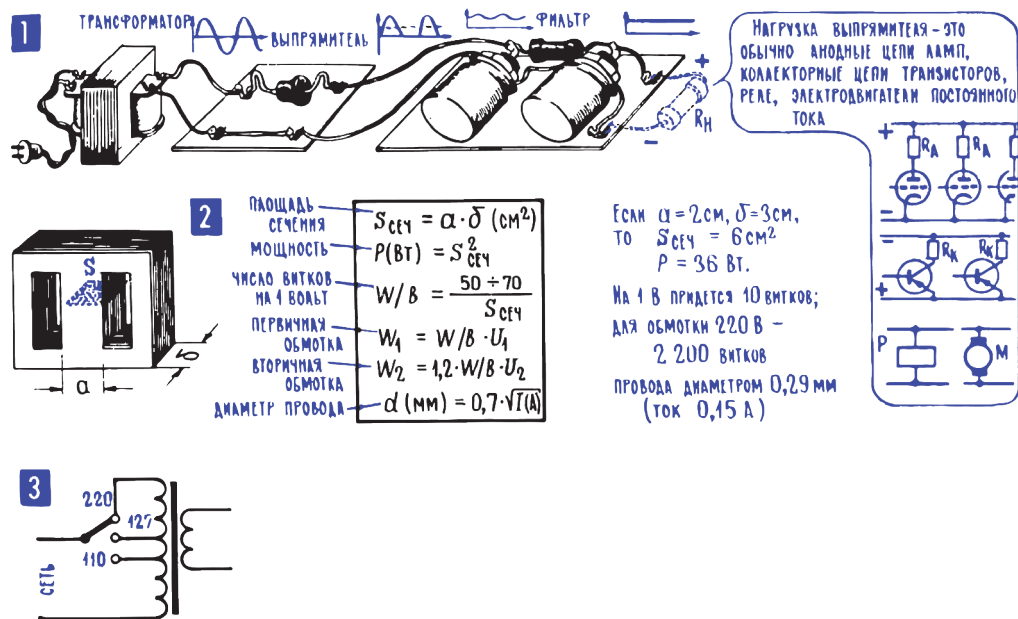
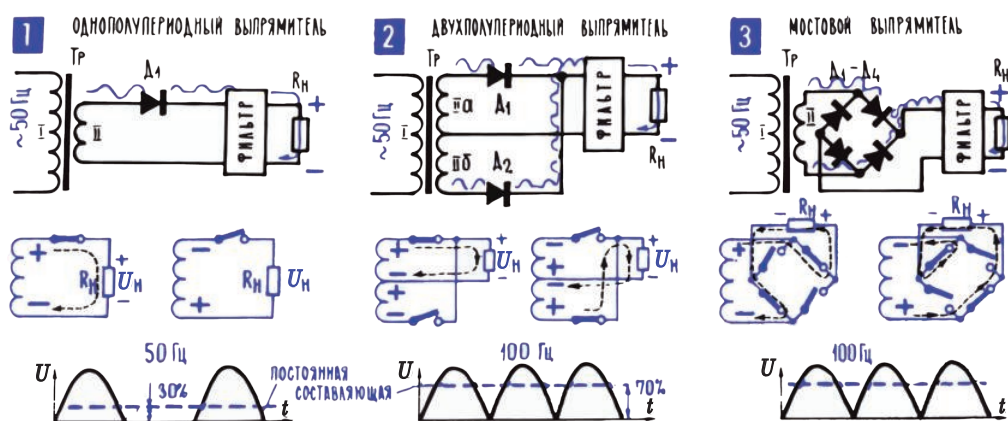
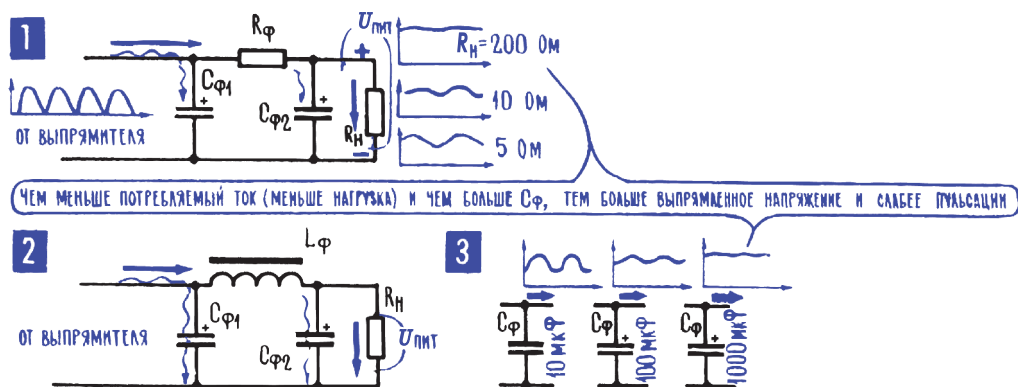

Рис. 17.1. Простой блок сетевого питания
Рис. 17.2. Различные схемы выпрямления переменного тока
Рис. 17.3. Сглаживание пульсаций выпрямленного напряжения
так, чтобы в его спектре появилась постоянная составляющая, и, в-третьих, нужно с помощью фильтров отвести в сторону все переменные составляющие, оставить постоянную составляющую в чистом виде (рис. 17.1; 1).
Силовой трансформатор собран на разборном стальном сердечнике из изолированных друг от друга тонких Ш-образных, реже П-образных пластин (рис. 6.20). Его размеры, а точнее площадь сечения средней части сердечника, выбираются с учетом общей мощности, которую трансформатор должен передать из сети всем своим потребителям. Упрощенный расчет устанавливает такую зависимость: сечение сердечника  $S \text{ см}^2$ , возведенное в квадрат, дает общую мощность трансформатора в ваттах. Например, трансформатор с сердечником, имеющим стороны 3 см и 2 см (пластины типа Ш-20, толщина набора 30 мм), то есть с площадью сечения сердечника  $6 \text{ см}^2$ , может потреблять от сети и «перерабатывать» мощность 36 Вт. Это грубый, упрощенный расчет, но он дает вполне приемлемые результаты (рис. 17.1; 2).
В силовом трансформаторе несколько обмоток. Во-первых, две сетевые для включения в сеть с напряжением 220 В и 127 В. Правда, отдельных обмоток для каждого напряжения не делают. В обмотке для напряжения 220 В витков больше, чем в обмотке для 127 В, и обмотки переключают таким образом, что при напряжении сети 220 В к обмотке 127 В просто добавляют некоторое количество витков (рис. 17.1; 3)8.
Простейшая схема выпрямления – однополупериодная, уже знакомая нам по детекторным каскадам приемника. Но только там мы выделяли одну из переменных составляющих (низкочастотную), а постоянную отбрасывали, не пускали к усилителю НЧ. А в выпрямителе нам нужна именно постоянная составляющая пульсирующего тока (рис. 17.1; 1), и только ее нужно подвести к нагрузке. Однополупериодный выпрямитель работает через такт, использует энергию только одного полупериода переменного напряжения. При этом частота импульсов такая же, как и частота сетевого напряжения, то есть 50 Гц, а постоянная составляющая в спектре пульсирующего тока составляет примерно 32 % от амплитуды импульса (рис. 17.2; 1).
Если взять два однополупериодных выпрямителя, включить в них диоды таким образом, чтобы они пропускали ток поочередно, и затем выпрямленный ток от каждого из них направить в общую нагрузку, то получится двухполупериодный выпрямитель (рис. 17.2; 2). Благодаря такому остроумному схемному фокусу ток по нагрузке будет протекать без пауз, частота пульсаций станет в два раза выше и составит уже 100 Гц, а постоянная составляющая увеличится до 64 % от амплитуды. Все это, конечно, достоинства: в двухполупериодной схеме заданное постоянное напряжение можно получить при меньшем переменном, а пульсации с более высокой частотой легче сгладить конденсатором, фильтрам легче отводить от нагрузки переменную составляющую. Ну, а плата за эти достоинства –
Существуют две разновидности двухполупериодных схем. Для одной нужно иметь два вентиля, например два полупроводниковых диода, и две отдельные вторичные обмотки в силовом трансформаторе. Обычно их, правда, выполняют в виде одной обмотки с отводом от средней точки, и при этом автоматически получается нужная полярность напряжения, подводимого к диодам: когда на конце одной обмотки (или, точнее, одной секции) «плюс» относительно средней точки, на конце другой – «минус» и когда один диод пропускает ток, второй не пропускает. Во время следующего полупериода полярность напряжения на вторичной обмотке меняется: меняются местами «плюс» и «минус», и тот диод, который пропускал ток, оказывается закрытым, а тот, что не пропускал, – открытым (рис. 17.2; 2). Каждая половинка вторичной обмотки трансформатора для такой схемы должна давать расчетное напряжение, необходимое для выпрямителя, а вся обмотка – удвоенное напряжение.
В мостовой схеме (рис. 17.2; 3) двухполупериодное выпрямление получается без двух отдельных переменных напряжений, для мостовой схемы достаточно иметь одну вторичную обмотку. Но за это приходится платить двумя дополнительными диодами – в мостовой схеме их 4, а не 2. Если разобраться в начертании мостовой схемы, то окажется, что в ней просто найден такой способ включения диодов, при котором ток через нагрузку при любой полярности напряжения на вторичной обмотке идет в одну и ту же сторону. В выпрямителях блока питания используют мощные выпрямительные диоды (гл. 9; 13), хотя при небольших токах вполне могут подойти и маломощные импульсные. Диоды подбирают по величине постоянного тока, который должен давать выпрямитель, и по обратному напряжению (табл. 9.1), которое для страховки всегда считают равным удвоенной амплитуде переменного напряжения на вторичной обмотке. Это, однако, еще не означает, что выпрямленное напряжение действительно получается равным амплитуде переменного напряжения.
Получить выпрямленное напряжение после фильтра, равное амплитуде переменного, невозможно прежде всего потому, что даже в отсутствие нагрузки (холостой ход выпрямителя) через электролитические конденсаторы большой емкости, установленные в фильтре, протекает ток утечки. Этот ток, подобно току нагрузки, создает падение напряжения на диодах (см. рис. 9.5). Надо учитывать также, что в мостовой схеме падение напряжения на диодах вдвое больше, чем в двухполупериодной по варианту рис. 17.2; 2: при номинальном токе для выпрямительных диодов оно в сумме составляет не менее 2 В. При малых выпрямленных напряжениях это чувствительные потери, которые резко снижают КПД всей системы. В современных качественных системах вторичного электропитания, особенно достаточно мощных, от выпрямительных диодов постепенно отказываются в пользу полевых транзисторов (MOSFET) в качестве ключей, открываемых и запираемых в нужные моменты времени, в которых потери гораздо меньше.
**6. Фильтр выпрямителя сглаживает пульсации и, кроме того, влияет на величину выпрямленного напряжения.** Чтобы отвести от нагрузки переменную составляющую, сгладить пульсации напряжения, которое подводится к нагрузке, после диодов включают фильтр, обычно из одного конденсатора (рис. 17.3; 1, 3), реже из конденсаторов и дросселя (рис. 17.3; 2). Резистор  $R_{\phi}$  на рис. 17.1; 3 представляет выходное сопротивление выпрямителя; вместе с  $C_{\phi}$  он образует RC-фильтр. Элементы фильтра выбираются исходя из известных соотношений: чем больше емкость конденсаторов  $C_{\phi}$ , тем лучше, тем большая часть переменных составляющих замыкает через них и меньшая часть идет в нагрузку. Чем больше выходное сопротивление выпрямителя  $R_{\phi}$ , тем труднее переменным составляющим пробраться в нагрузку, но тем большая часть постоянного напряжения на нем теряется. Поэтому в фильтрах ставят электролитические конденсаторы большой емкости9.
Нет смысла весь выпрямленный ток фильтровать с одинаковой тщательностью. В качестве примера потребителя, для которого требования к сглаживанию пульсаций можно снизить, можно привести мощный усилитель НЧ – коллекторную цепь его выходного каскада может питать напряжение с пульсациями 1–2 % (от уровня постоянного напряжения), а на предварительные каскады нужно подавать напряжение, у которого пульсации не превышают 0,01–0,05 %. Это легко объясняется: пульсации, попавшие в первые каскады, в дальнейшем усиливаются. В этих случаях устанавливают дополнительные сглаживающие конденсаторы, в особо ответственных случаях отделяя их от основного фильтра дросселем (рис. 17.3; 2). Кстати, плохая фильтрация питающего напряжения в усилителях НЧ проявляется в виде фона с частотой 50 или 100 Гц в зависимости от схемы выпрямителя.
**Примечание редактора.** Следует отметить, что никакое, сколь угодно большое увеличение емкости конденсатора в схеме по рис. 17.3; 1 не позволяет убрать пульсации выходного напряжения выпрямителя полностью. Нередко при высоких требованиях к качеству питания последовательно с нагрузкой в основном фильтре ставят дроссели (как на рис. 17.3; 2). Это позволяет снизить емкость (и, следовательно, габариты) конденсатора при сохранении приемлемого уровня пульсаций. Однако по-настоящему хорошее сглаживание пульсаций достигается только в схемах стабилизаторов с активными элементами с обратной связью (транзисторами со стабилитронами, как описано далее в разделе 8, или интегральными стабилизаторами).
нагрузке. Импульсы тока через диод выпрямителя заряжают конденсатор  $C_{\phi}$  и потом он постепенно разряжается через нагрузку  $R_n$ . Чем больше емкость конденсатора, тем медленнее он разряжается и тем больше среднее напряжение на нем (рис. 17.3; 3). Чем меньше сопротивление  $R_n$ , тем быстрее разряжается конденсатор, тем меньше выпрямленное напряжение и выше уровень пульсаций. Отсюда практический вывод: чем меньше сопротивление нагрузки  $R_n$ , то есть чем больше потребляемый от выпрямителя ток, тем больше должна быть емкость конденсатора фильтра  $C_{\phi}$ . И еще: выпрямленное напряжение определяется не только подводимым к выпрямителю переменным напряжением, но также потребляемым током и емкостью конденсатора фильтра  $C_{\phi}$ : чем меньше этот ток и чем больше  $C_{\phi}$ , тем больше выпрямленное напряжение (рис. 17.3; 3).
10 Для простейших схем по типу рис. 17.3; 1 выпрямленное напряжение на выходе можно полагать равным амплитудному значению минус примерно 3–4 В, в зависимости от тока. Поэтому для выпрямителей на напряжение 9–10 В это утверждение будет справедливым, для меньших напряжений потери будут выше, а для более высоких – ниже.
Входное постоянное напряжение для стабилизатора должно быть около 15–17 В. Его можно получать по любой из схем с трансформатором, выпрямителем и конденсаторным фильтром на выходе (рис. 17.2, 17.3). Мощность трансформатора должна быть рассчитана не менее, чем на 50 Вт, выпрямительные диоды – на ток не менее 2 А.